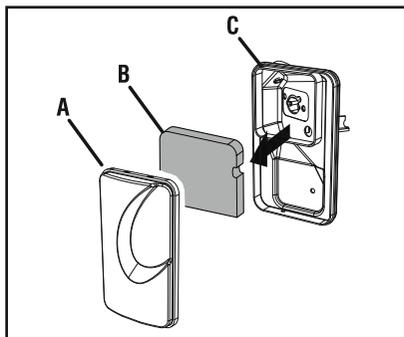

Рисунок 9 – Воздушный фильтр
Двигатель не будет работать на полную мощность, если воздушный фильтр будет поврежден или забит мусором. Прочищайте фильтр каждые 200 часов или раз в год (Рис.9). Прочищайте чаще либо меняйте фильтр, если работа ведется в сильно запыленных условиях.
- Снимите защитный экран воздушного фильтра и вытащите фильтр (рис.9).